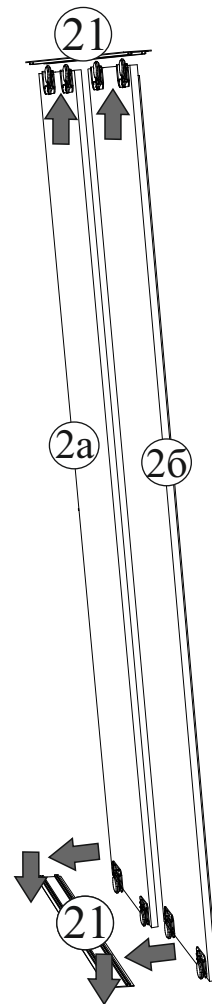

Рис.13
15. И последнее - это установка ручек в отверстия на дверях-купе, поклейка самоклеющегося цегеля на торец двери со стороны ручки и установка готовых дверей в шкаф (рис.13). После установки двери отрегулировать по боковинам шкафа с помощью регулировочных винтов на нижних роликах.